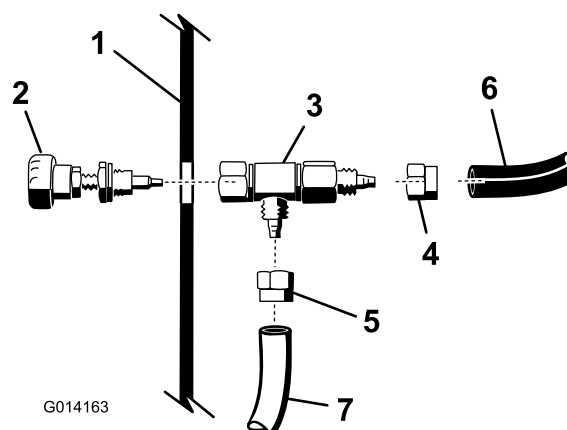

Figure 20
5. Desserrez l'écrou qui fixe le bouton au raccord en T, comme illustré à la Figure 20.
6. Raccordez les tubes bleu et transparent du flexible de mousse sous le tableau de bord au corps du régulateur, comme illustré à la Figure 20.